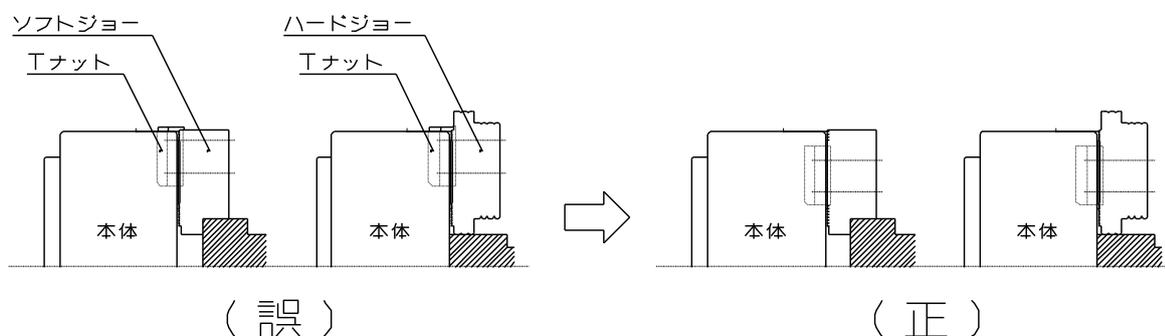

図 10
- T ナットはマスタジョーより飛び出さない状態で使用すること。(図 10 参照)